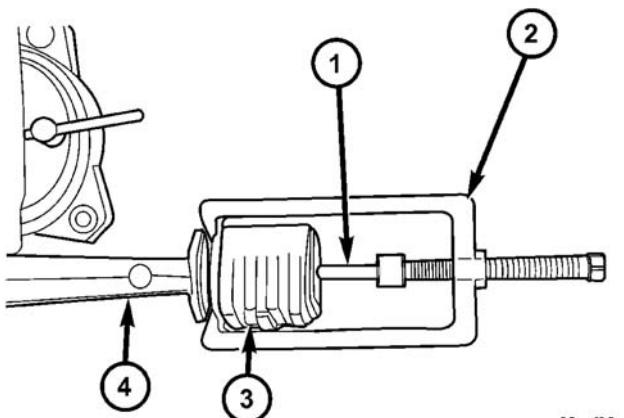

图 24 液压衬套拆卸
- (1) 将下控制臂从前悬架托架上拆卸下来。(参见 2—悬架系统 / 前 / 下控制臂—拆卸)
- (2) 用虎钳夹住下控制臂，但不要过度用力。
- (3) 在液压衬套上安装拆卸器 (专用工具 8460)，如图所示 (图 24)。拆卸销 (专用工具 8460-3)，必须伸过衬套后部中央的孔。
- (4) 紧固桥的顶出螺钉 (专用工具 8460-1)，从下控制臂上卸下衬套。